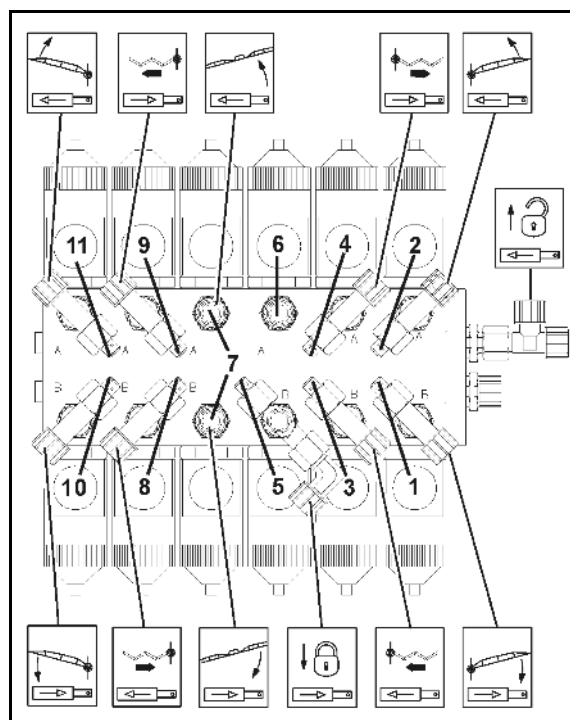

Fig. 196
1. Skru afdækningen (Fig. 196/1) af kabinetaget.